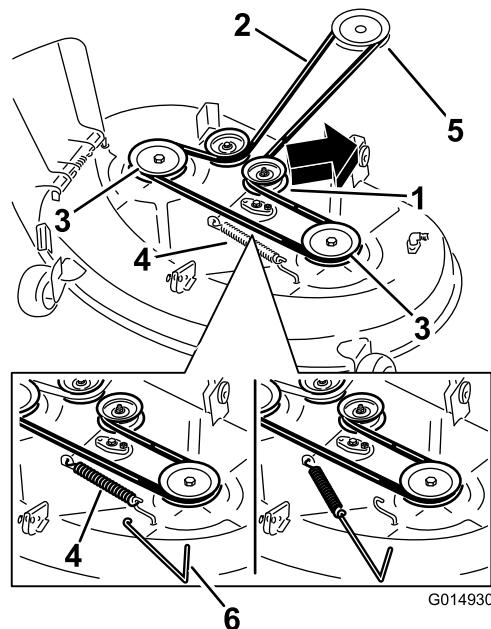
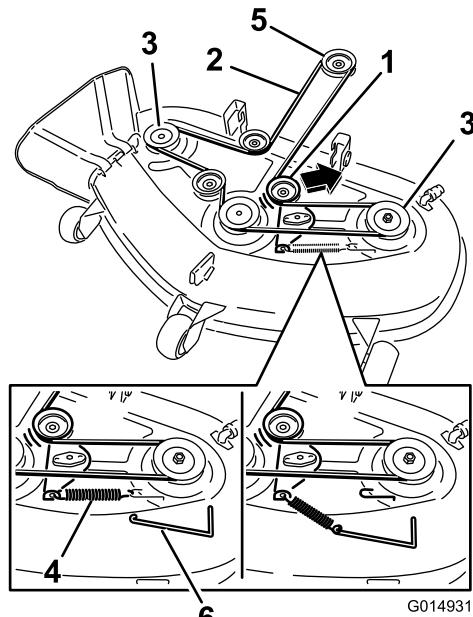

Figura 69
Figura 70
4. Usando una herramienta para la retirada de muelles (Pieza Toro N° 92-5771), retire el muelle tensor del gancho de la carcasa para eliminar la tensión de la polea tensora, y retire la correa de las poleas (Figura 69 y Figura 70).
5. Pase la correa nueva alrededor de las poleas del motor y del cortacésped (Figura 70).
- Usando una herramienta para la retirada de muelles (Pieza Toro N° 92-5771), instale el muelle tensor sobre el gancho de la carcasa y tense la polea tensora y la correa (Figura 69 y Figura 70).